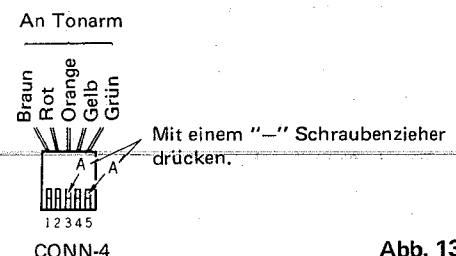

Abb. 13
- 2) Abb. 13 gibt eine detaillierte Darstellung von CONN-4. Drücken Sie mit einem "-" Schraubenzieher die Stifte 3 und 5 (an den Stellen A in Abb. 14), und ziehen Sie die Anschlußdrähte heraus.